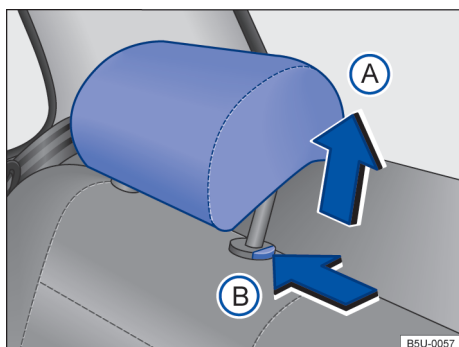

Fig. 59 Apoio para cabeça traseiros: ajustar.
- Empurrar o apoio para cabeça para cima na direção da seta → Fig. 59 (A) ou com a tecla → Fig. 59 (B) pressionada, empurrar para baixo → ⚠ em *Introdução ao tema* na página 68.